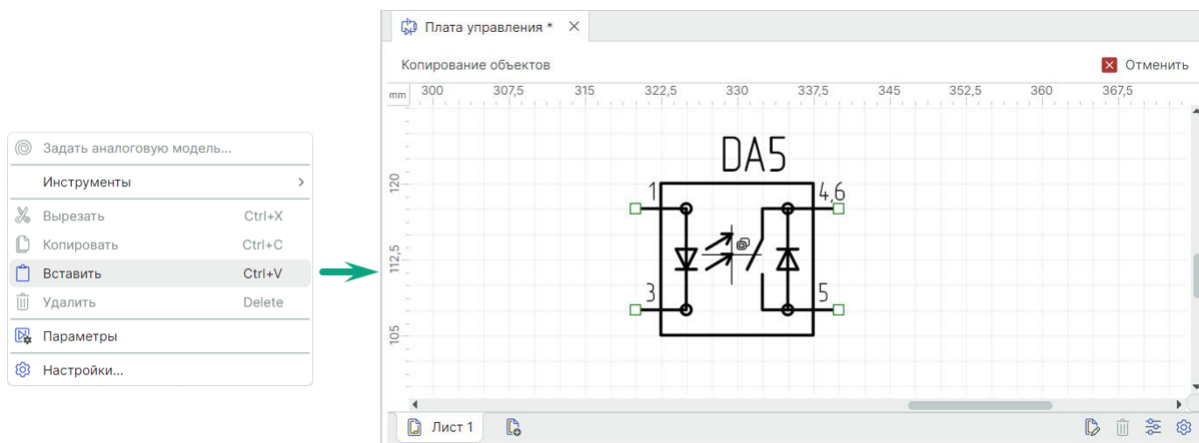

Рис. 211 Инструменты «Вставить» для объектов
3. Вставьте объекты с помощью пункта «Вставить» контекстного меню или воспользуйтесь сочетанием клавиш «Ctrl+V». Объекты будут вставлены, см. Рис. 211.